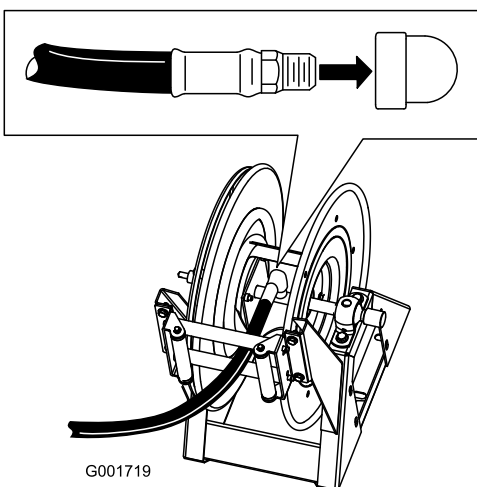

Figura 51
1. Aplique vedante PTFE nas roscas da união na tubagem longa, e instale a união no tubo de ligação do cilindro (Figura 51).